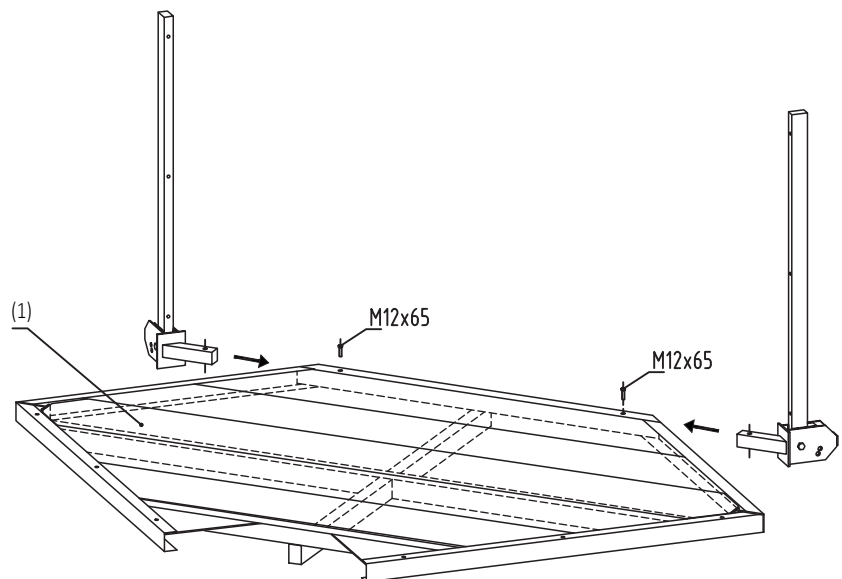

Bild 4.2.2
- 2 Geländerpfosten mit Einsteckschuh jeweils von links bzw. von rechts in das Randprofil des Belagrostes (1) stecken und mit 1 Schraube M12x65 befestigen (Bild 4.2.2).